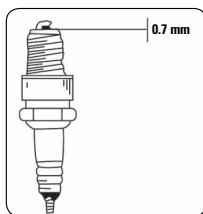

FIGURA 9.5
Para garantizar el correcto funcionamiento del motor, la bujía de encendido debe estar libre de depósitos y la abertura del electrodo debe estar dentro de lo especificado. Figura 9.5.
E. Mida la abertura del electrodo de la bujía con una lámina de calibre y si es necesario ajuste la abertura. La abertura del electrodo de la bujía debe estar en torno de 0.7mm. Figura 9.5.